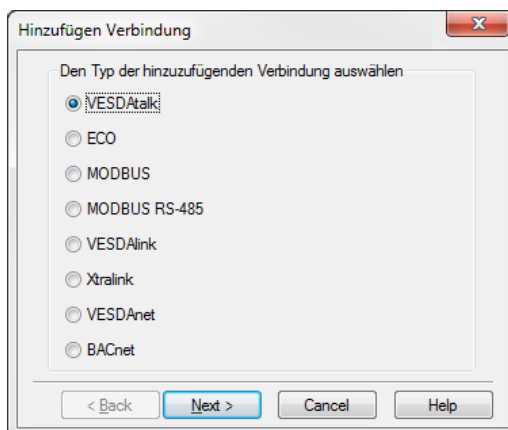

Abbildung 5-2: Hinzufügen Verbindung
3. Markieren Sie im Dialog „Hinzufügen Verbindung“ (Abbildung 5-2) das Kästchen BACnet.
2. Markieren Sie im Dialog „Hinzufügen Verbindung“ (Abbildung 5-2) das Kästchen BACnet.
2. Markieren Sie im Dialog „Hinzufügen Verbindung“ (Abbildung 5-2) das Kästchen VESDAnet.